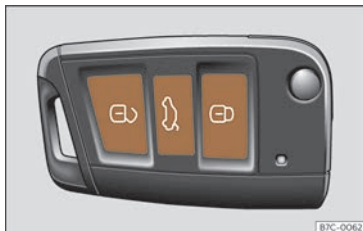

Fig. 69 Clé à radiocommande : touches.
- Verrouiller : appuyez sur le bouton » fig. 69.